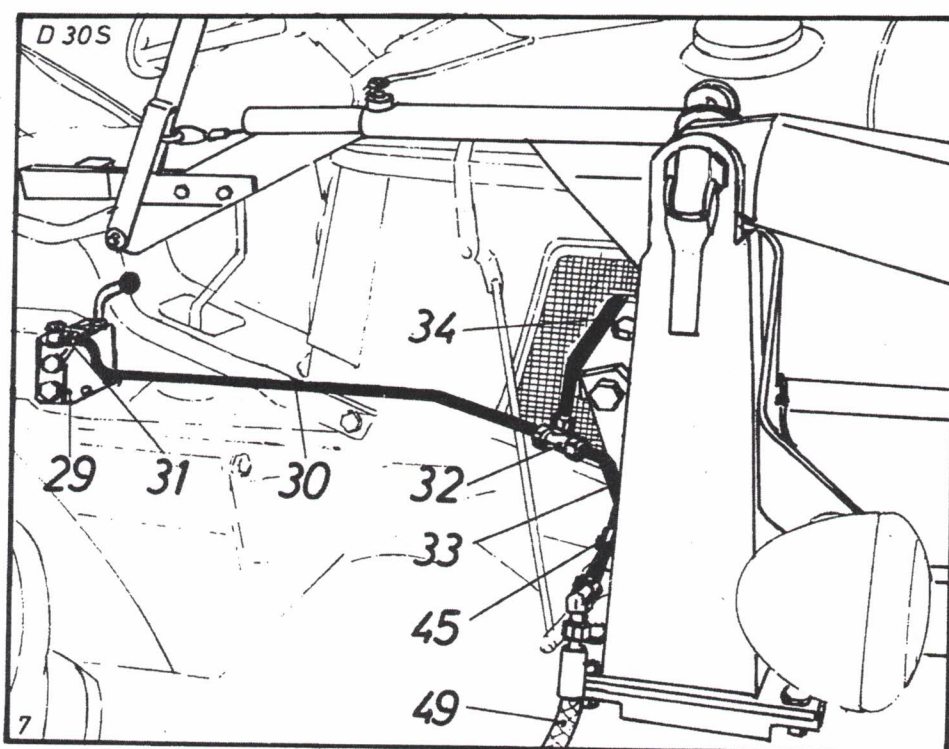

Bild 7
Bild 7 a
- A) Bei ganz alten Typen das Bosch Zusatzsteuergerät HY / SZ20G3B. Es wird in Verbindung mit dem Bosch Steuergerät HY / S10C2B . . . oder HY / S20C2B . . . oder HY / S20C11B1 .. verwendet. Dieses Steuergerät (29) wird vor dem Sitz zwischen Deckel und Kraftheberblock mittels 2 Inbusschrauben M 8 x 70 und 1 Inbusschraube M 8 x 150 unter Beilage von 3 O-Ringen geschraubt (Bild 7 und 7 a).
Die Frontladerzuleitung (30) wird mittels Schwenkverschraubung einerseits am Anschluß (31) des Steuergerätes, andererseits an der T-Verschraubung (32) montiert. (Siehe Bild 7).